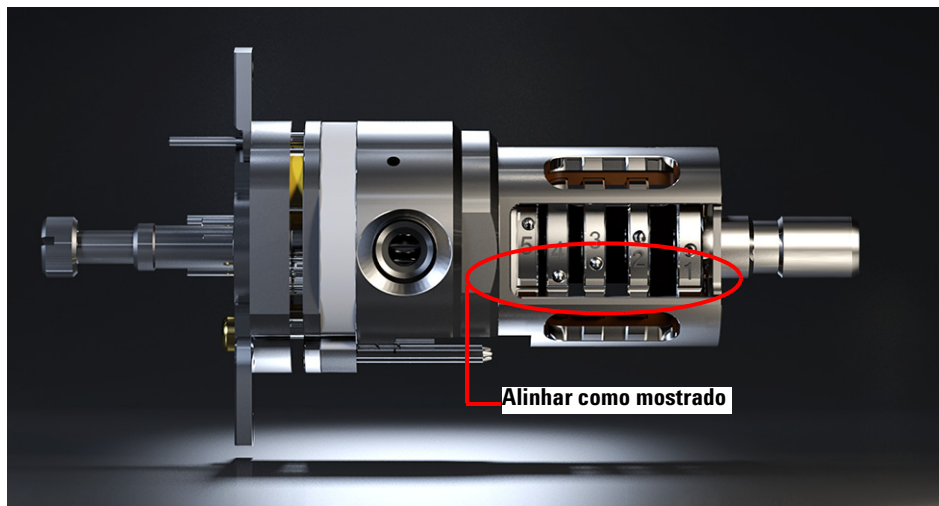

Figura 39 Fonte de alta eficiência de EI montada
- 1 Monte as cinco lentes no interior do isolante de lente. (Consulte Figura 39 na página 138). O número da lente é gravado na circunferência exterior de cada lente.